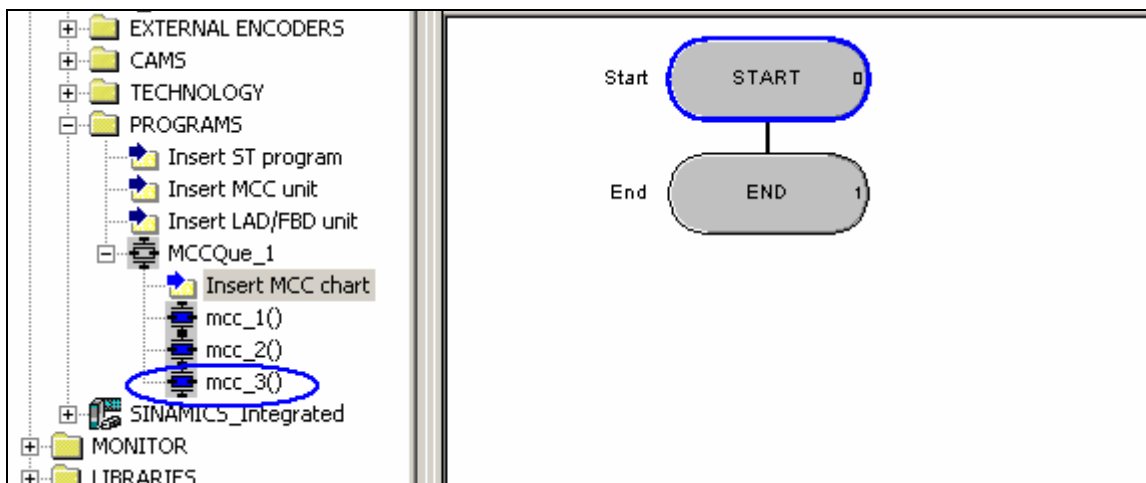

图. 55
(4) “MCC_3” 程序编写。插入一个新程序 “MMC_3”，并编译。如图 55。